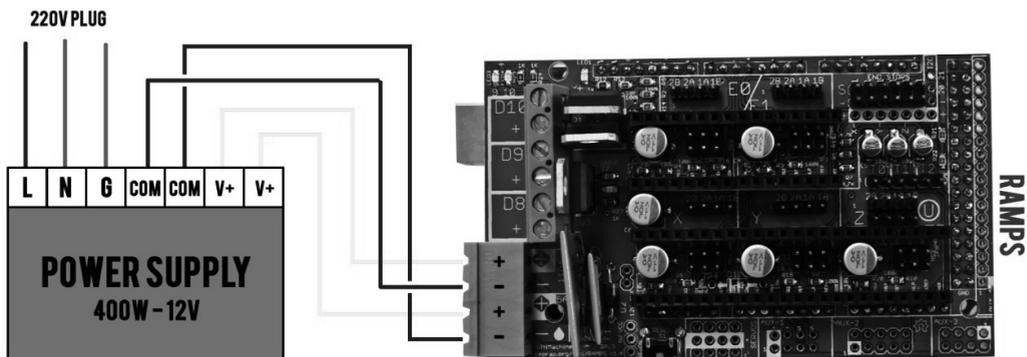

图 3-73 RAMPS 上的电源连线
(7) 参考如图 3-73 所示，连接 RAMPS 上的电源连线。